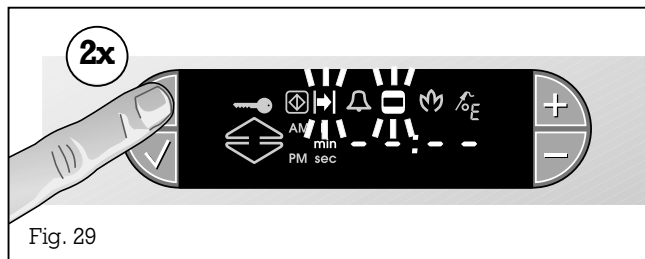

Fig. 29
- Appuyez 2 fois sur la touche 🕒 (horloge). Sur l'afficheur, les symboles ⏸ (fin) et 🕒 (temps de cuisson) et unité de temps clignotent (fig. 29).